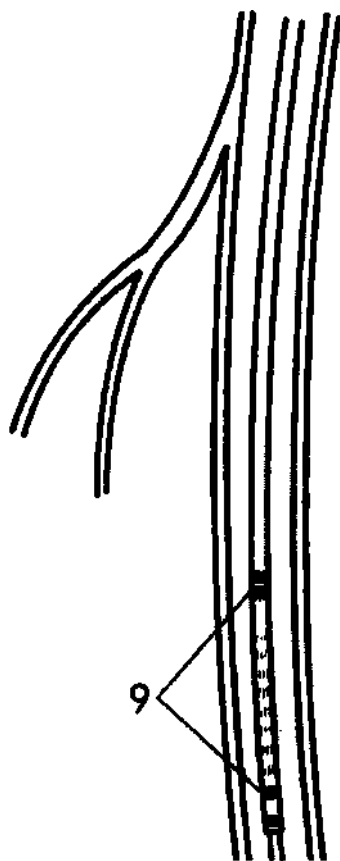

Рис. 5
1. Под рентгеноскопическим контролем отведите систему доставки назад до ее натяжения так, чтобы рентгеноконтрастные метки на стенте совместились с пораженным участком (**Рис. 5**).